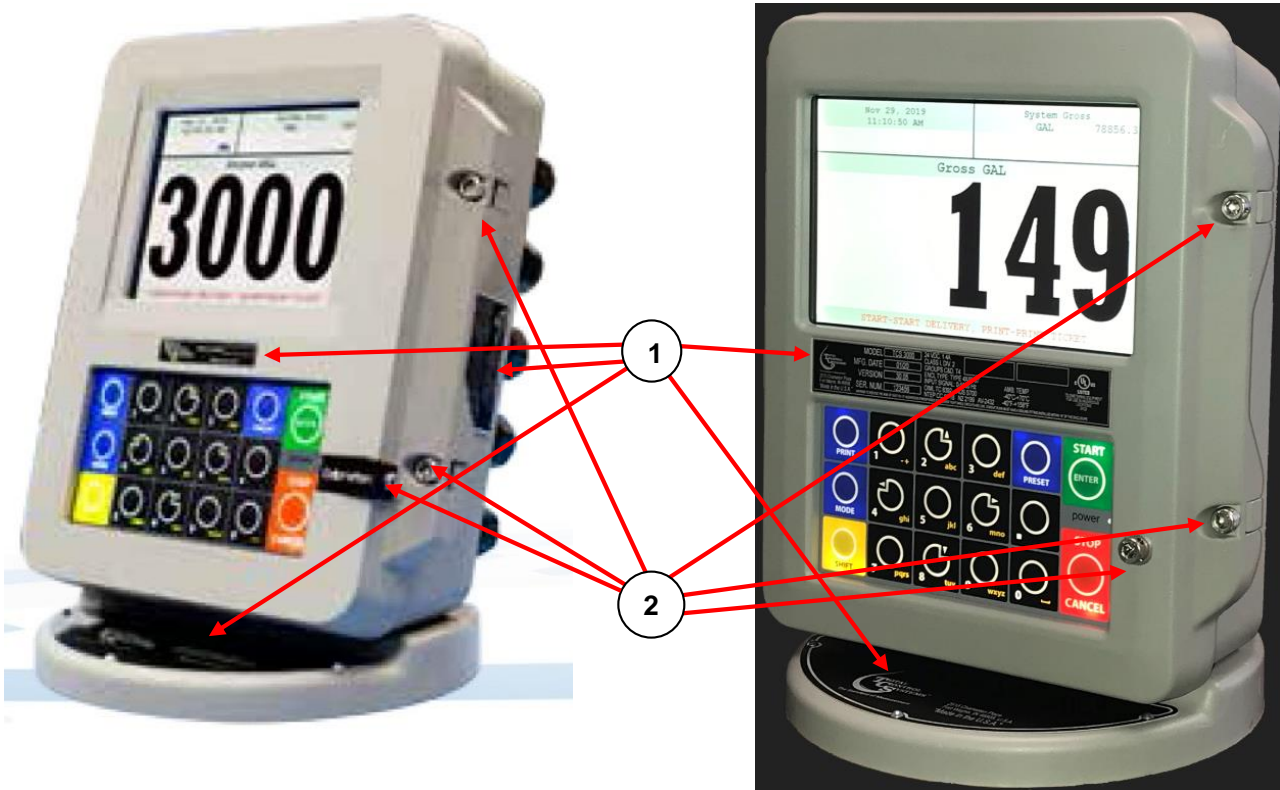

Figure. 4: Register TCS 3000 sealing means and nameplate locations for Generation 1 (left) and Generation 2 (right) with 7" LCD model version |
Note: See *Figure 4* for sealing locations.
Remarque : Voir la *Figure 4* pour les dispositifs de scellage.
The identification nameplate is permanently fixed to the housing of register. See *Figure 4* below for further reference.
La plaque signalétique est fixée de manière permanente au boîtier de l'enregistreur. Voir la *Figure 4* ci-dessous pour plus d'information.
- Added figure 4 for generation 2 sealing location.
- Ajouter figure 4 pour le scellé sur la génération 2.